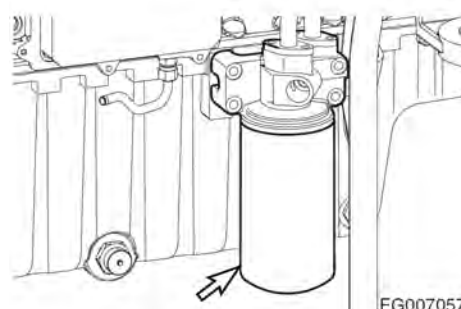

Рис. 54
2. Заменить фильтр моторного масла при помощи ключа для фильтра. Фильтр моторного масла представляет собой навинчиваемый фильтр. См. рис. 54. Снять и выбросить фильтр.